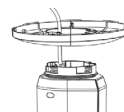

Рис. 2
- Пропустите шнур питания в отверстие основания (1) (рис. 2).